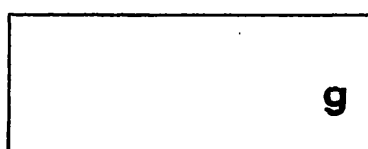

図 4
- ④ **MODE** キーを押して登録したい単位図 4 に合わせます。
- ⑤ 表示が図 4 で